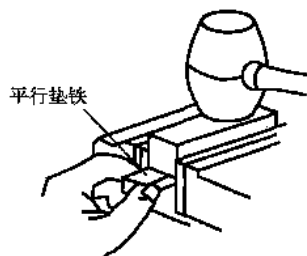

图 1-7 用平行垫铁装夹工件
b. 当工件的基准面与钳体导轨面平行时, 应在工件和钳体导轨面之间垫平行垫铁, 夹紧工件后, 用手锤轻轻敲击工件的上平面, 同时用手晃动平行垫铁, 平行垫铁不松动时, 表示工件平面已与虎钳导轨面很好地贴合, 如图 1-7 所示。